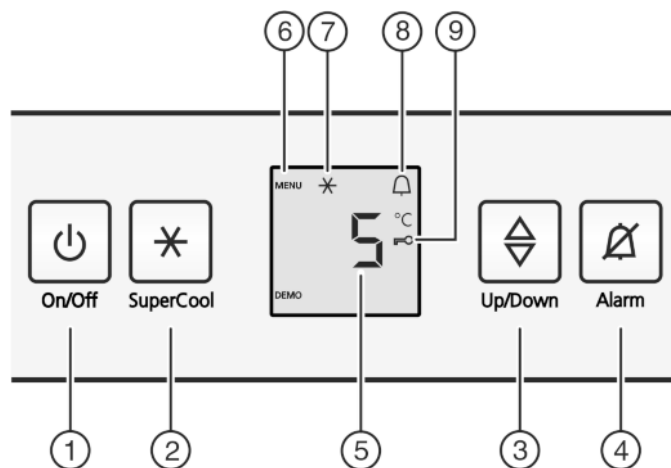

Fig. 2
- ▶ Nacisnąć przycisk On/Off Fig. 2 (1).
- ▶ Nacisnąć i przytrzymać przycisk SuperCool Fig. 2 (2) przez ok. 5 sekund.
- ▷ Na wskaźniku pojawia się symbol menu Fig. 2 (6).
- ▶ Krótko potwierdzić przyciskiem SuperCool Fig. 2 (2).
- ▷ Na wskaźniku świeci symbol zabezpieczenia przed dziećmi Fig. 2 (9).
- ▶ Krótko wcisnąć przycisk On/Off Fig. 2 (1).
- ▶ Nacisnąć przycisk Alarm Fig. 2 (4).
- ▶ Wywoływanie funkcji temperatury: Nacisnąć przycisk ustawiania Fig. 2 (3).
- ▶ Zmiana temperatury krokami po 1 °C: Tyle razy naciskać przycisk ustawiania Fig. 2 (3), aż na wskaźniku temperatury pojawi się żądana temperatura.
- ▶ krótko nacisnąć przycisk SuperCool *Fig. 2 (2)*.
- ▷ Na wskaźniku świeci symbol SuperCool *Fig. 2 (7)*.
- ▷ Na wskaźniku gaśnie symbol SuperCool *Fig. 2 (7)*.